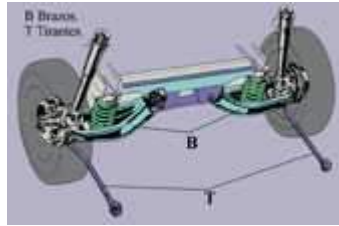

Fig. 21
En los vehículos de tracción delantera suelen utilizarse, como norma general, para las ruedas traseras sistemas a base de trapecios articulados y muelles helicoidales (fig. 21). Se diferencian del sistema articulado delantero en que, como estas ruedas tienen que moverse siempre en la misma dirección, uno de los brazos (B) tiene la base más ancha cerca de la rueda, para mantener el paralelismo en las mismas, estando sujeto a la carrocería con tirantes (T) para absorber los esfuerzos de frenado y aceleración.